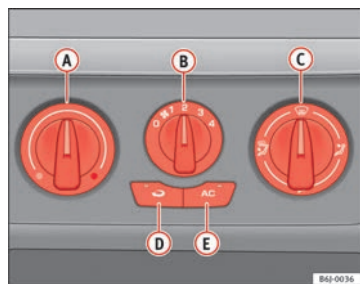

Fig. 105 Sur la planche de bord : éléments de commande du climatiseur
- Les régulateurs $\Rightarrow$ fig. 105 **A** et **C** et la commande **B** permettent de régler la température, la distribution de l'air et la vitesse de la turbine.
- Fermez les diffuseurs **③**.
- Ouvrez et orientez les diffuseurs **④** vers les fenêtres latérales.